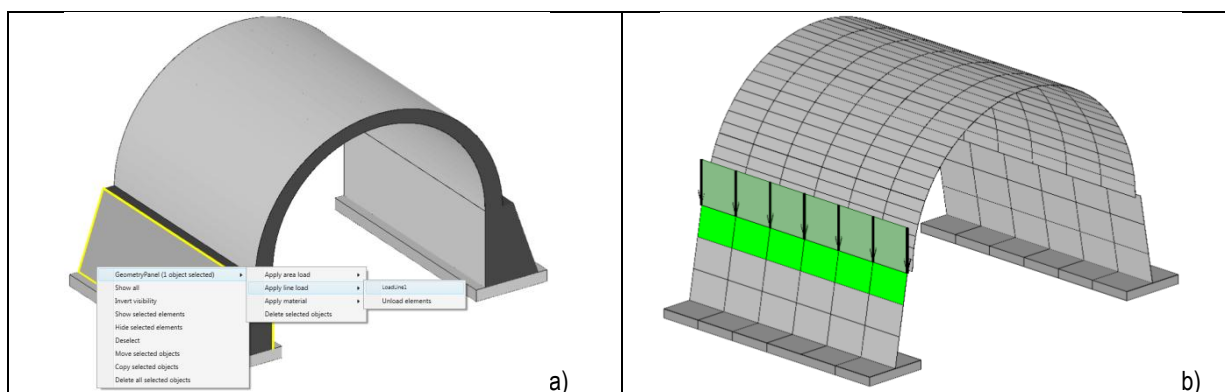

Figura 40 – a) Menu contestuale per l'assegnazione di un carico di linea; b) Visualizzazione di un carico di linea assegnato su una struttura voltata
- premere il tasto destro del mouse per accedere al relativo menu contestuale di applicazione dei carichi di linea, Figura 40;